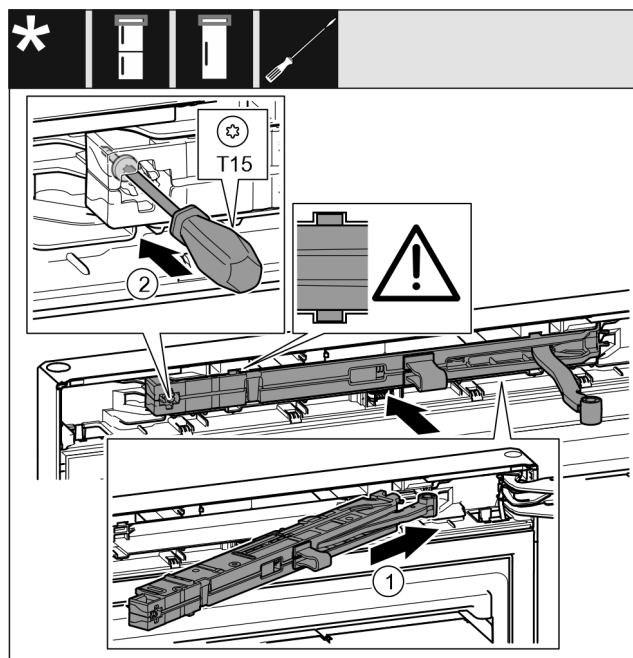

Fig. 22
- ▶ 将托架侧面的关门阻尼单元倾斜插入凹槽直至止挡装置。 Fig. 22 (1)
- ▶ 用 T15 螺丝刀拧紧螺钉。 Fig. 22 (2)